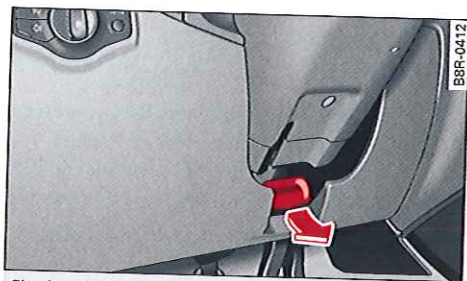

Fig. 97 Levier sous la colonne de direction
- ▶ Tirez le levier ⇒ fig. 97 -flèche- ⇒ ⚠.